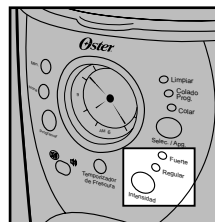

Figura 7
2. Para disfrutar de una taza de café más fuerte, pulse una vez el botón INTENSIDAD. Se encenderá la luz roja de intensidad de colado FUERTE. La cafetera conservará la intensidad de colado seleccionada hasta que la cambie a la intensidad normal pulsando el botón INTENSIDAD o hasta que desconecte la unidad (Figura 7).